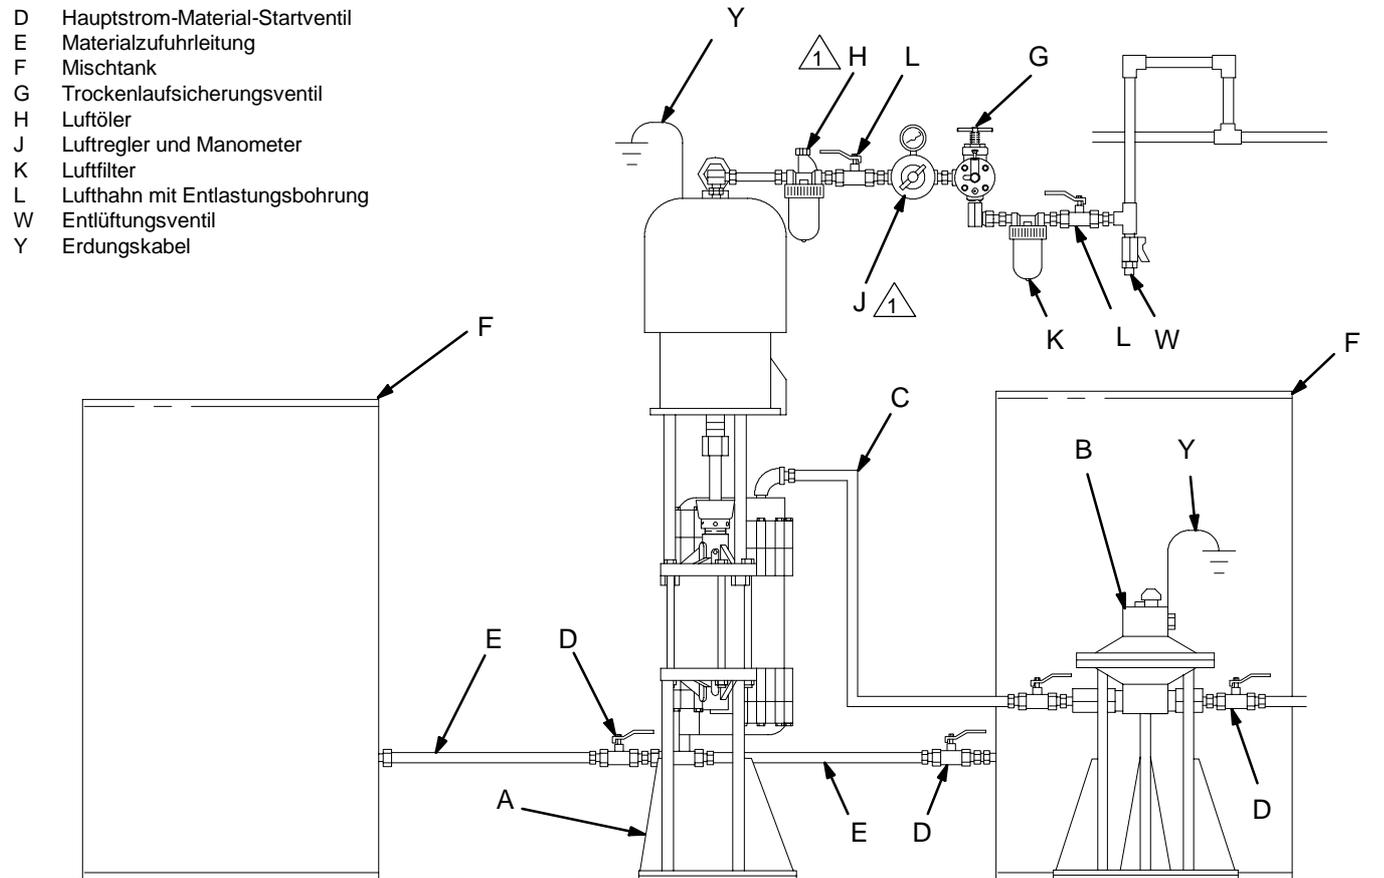

Abb. 3
In einem Druckluft-System die Zubehörgeräte der Luftleitung in der in Abbildung 3 gezeigten Reihenfolge installieren. Vor dem Lufteinlaß der Pumpe einen Luftöler (H) für die automatische Schmierung des Luftmotors installieren. Danach einen Lufthahn mit Entlastungsbohrung (L) installieren, um Luft, die sich zwischen dem Hahn und der Pumpe angesammelt hat, zu entlassen, und einen Luftregler und ein Manometer (J) zum Steuern der Pumpengeschwindigkeit einbauen.